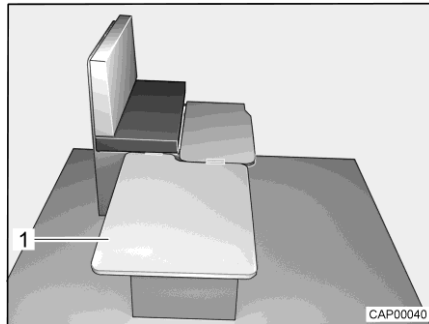

Bild 76 Während des Umbaus
- Einlegebrett (Bild 76,1) seitlich an der Sitzbank einhängen und auf den Tisch legen.